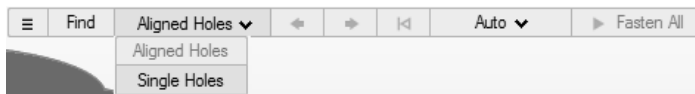

图 11-19
1) 在操作栏上单击对齐了的孔并选择单个孔，如图 11-19 所示。对于单个孔，Inspire 将默认自动创建螺母和螺栓。